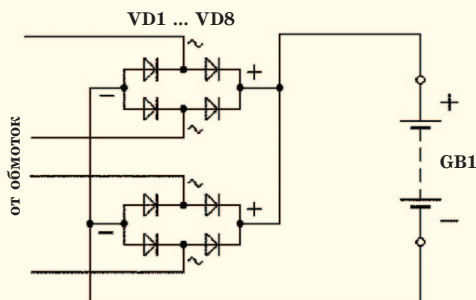

Рис. 2
13. Чтобы тянуть сани с постоянной скоростью по горизонтальной дороге, надо прикладывать силу $F_1 = 490$ Н под углом $\alpha_1 = 60^\circ$ к горизонту или силу $F_2 = 330$ Н под углом $\alpha_2 = 30^\circ$ к горизонту (рис. 2). Определите по этим данным массу саней. Коэффициент трения скольжения саней о дорогу не известен, считать $g = 10$ м/с².
Для зарядки аккумулятора мобильного телефона вам понадобится выпрямитель (рис. 2). Проще всего соединить обмотки, как было описано, а вместо